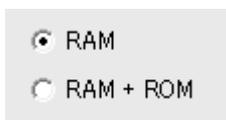

図13：メモリ選択
- 5** “RAM” ラジオボタンまたは “RAM+ROM” ラジオボタンをクリックして、書き込むメモリの種類を決定します。(図13) “RAM” を指定した場合、画像データはフレームメモリにのみ書き込まれるため、AW-SW350の電源再立ち上げ後には使用できません。“RAM+ROM” を指定した場合、画像データはフラッシュメモリに書き込まれるため、AW-SW350の電源再立ち上げ後も使用可能です。ただし、“RAM” を指定した場合と比べて転送に時間がかかります。